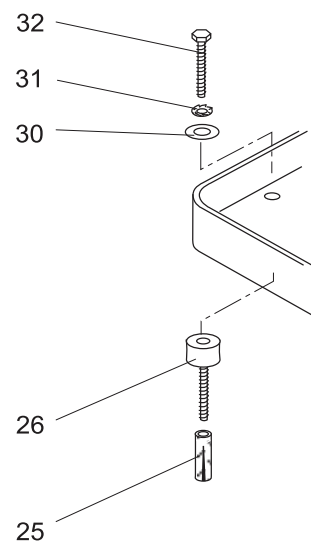

Рис.2
5.6 Установите противоток на резино-металлические опоры и закрепите при помощи болтов (32), стопорных колец (31) и шайб (30), рис.2
5.5 Поместите в отверстия латунные анкеры (25) и вкрутите в них резино-металлические опоры (26), рис.2 . Убедитесь, что анкеры прочно закреплены